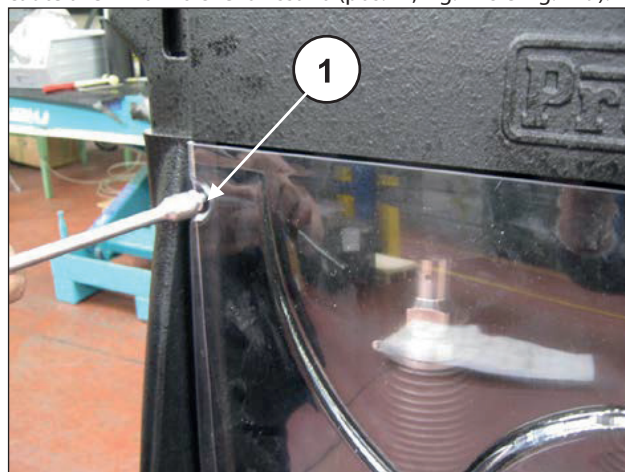
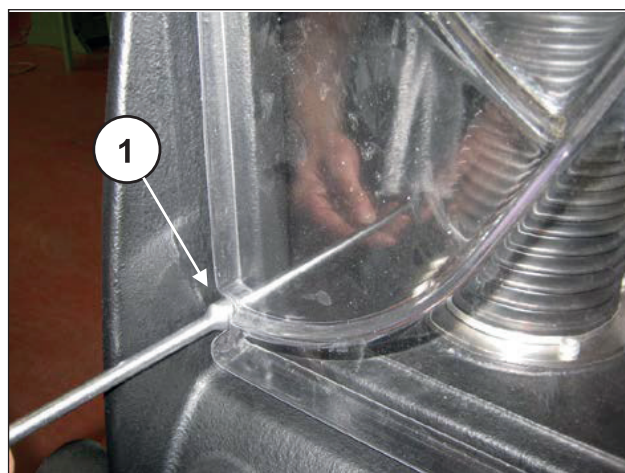

Fig. 218
Fig. 219
Riposizionare ora il coperchio di ispezione avvitando con cautela le 4 viti M6 che lo fissano (pos. ①, Fig. 218 e Fig. 219).